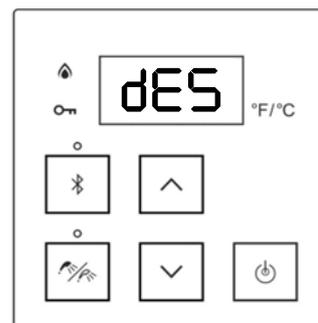

Figure 80
11. Appuyer sur le bouton « B » pendant une seconde, puis le relâcher lorsque l'écran affiche « dES » (détartrage) (figure 80). Appuyer sur le bouton « A ». L'indication « dES » clignote.